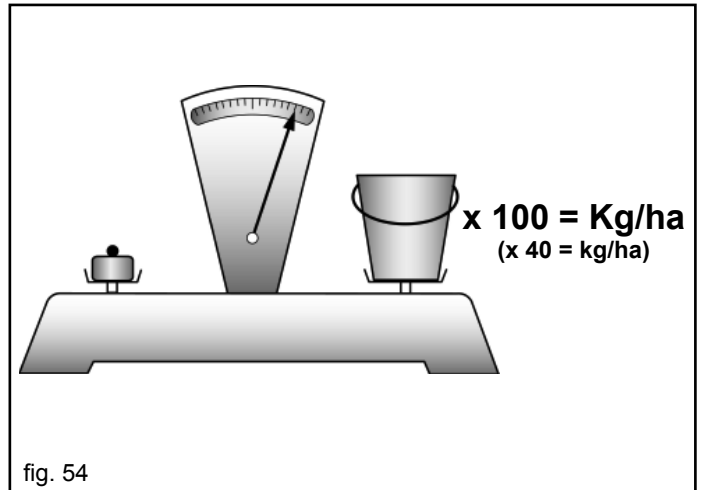

fig. 54
- 7) Die in den Sammelbehältern gesammelte Saatgutmenge wiegen und unter Bezug auf die durchgeführten Drehungen mit 100 oder 40 multiplizieren. Das Ergebnis ist die in Kilogramm pro Hektar ausgestreute Saatgutmenge (Abb. 54).